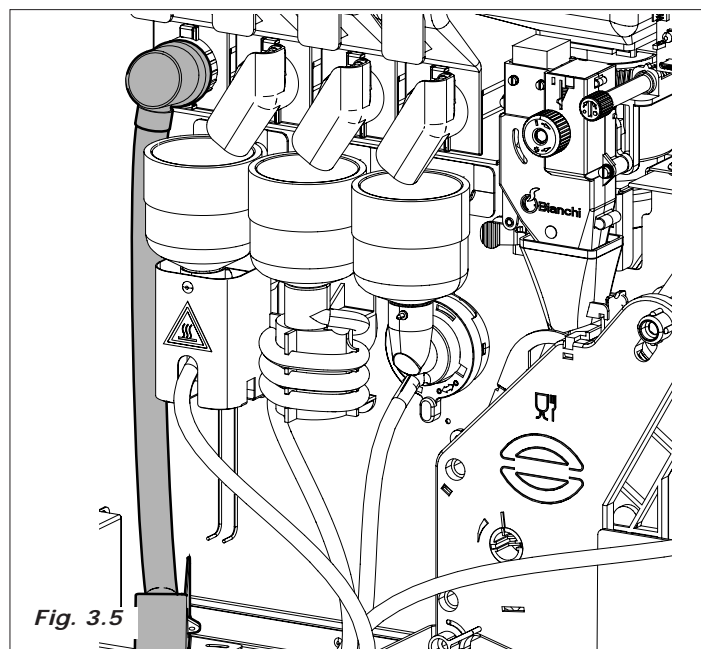

Fig. 3.5
- 1 o motoredutor aciona o caracol do recipiente açúcar, vazando a quantidade desejada no interno do tubo de distribuição (Fig.3.5).